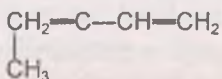

Рис. 90
- 3) углеводороды с *сопряженными* двойными связями, т. е. разделенными одной простой связью. Пример: бутadiен-1,3 или дивинил $\text{CH}_2=\text{CH}-\text{CH}=\text{CH}_2$, 2-метилбутadiен-1,3 или изопрен (рис. 90).